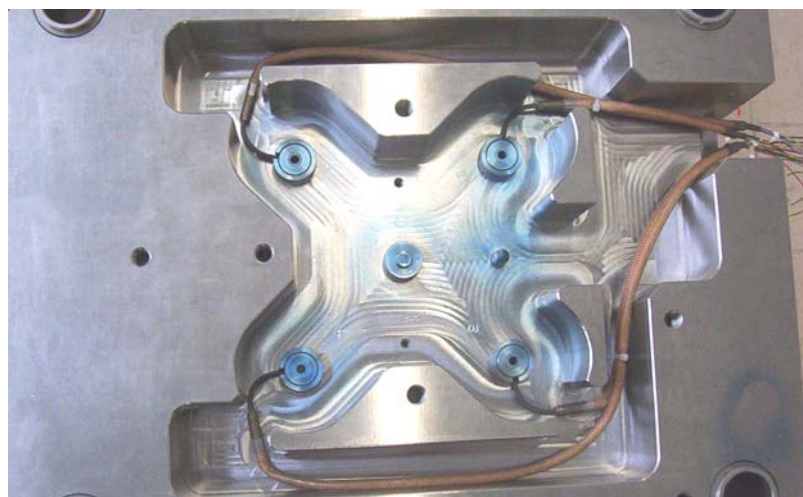

Fig.22 - Mise en place des busettes dans la carcasse du moule
4. Placer le bloc chauffant dans la carcasse du moule en suivant scrupuleusement les consignes ci-dessous (voir fig. 22) :